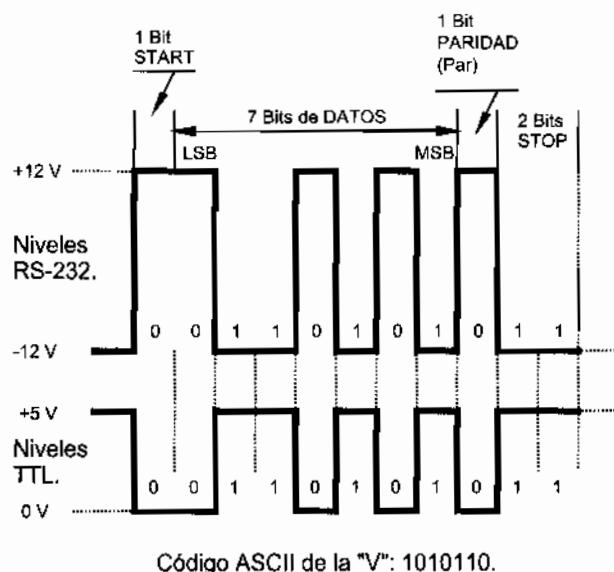

Figura 20-4 Ejemplo de envío de un byte según normas RS232
El protocolo establecido por la norma RS232 envía la información estructurada en 4 partes, ilustradas en la figura 20-4 con un ejemplo:
- **Bits de datos (*Data*s)**. Los bits de datos son enviados al receptor después del bit de *Start*. El bit de menos peso LSB (*Least Significant Bit*) es transmitido primero y el de mayor peso MSB (*Most Significant Bit*) el último. Un carácter de datos suele consistir en 7 u 8 bits. En el ejemplo de la figura 20-4 trabaja con 7 bits.
- **Bit de paridad (*Parity*)**. Dependiendo de la configuración de la transmisión un bit de paridad puede ser enviado después de los bits de datos. En aplicaciones sencillas no suele utilizarse. Con este bit se pueden descubrir errores en la transmisión. Se puede dar paridad par o impar. En la paridad par, por ejemplo, la palabra de datos a transmitir se completa con el bit de paridad de manera que el número de bits "1" enviados sea par, como en el ejemplo de la figura 20-4, donde la información del byte de datos más paridad es b'01010110' (cuatro "1").
Es importante hacer observar, que el microcontrolador trabaja con lógica positiva a diferencia del puerto RS232 del ordenador que trabaja con lógica negativa. Por tanto la forma de la señal en el microcontrolador (niveles TTL) será inversa a los niveles RS232 tal como se muestra en la figura 20-4.